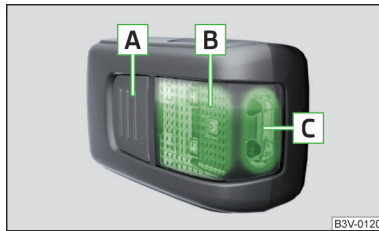

Abb. 137
Beschreibung der Leuchte » Abb. 137
- › Zum **Einschalten** der herausgenommenen Leuchte die Taste **[A]** drücken » **Abb. 137**. Durch erneutes Drücken wird die Leuchte **ausgeschaltet**.
Wird die Leuchte nicht ausgeschaltet und korrekt in die Halterung eingesetzt, dann werden die LED-Leuchtmittel im vorderen Teil der Leuchte **[C]** » **Abb. 137** automatisch ausgeschaltet.